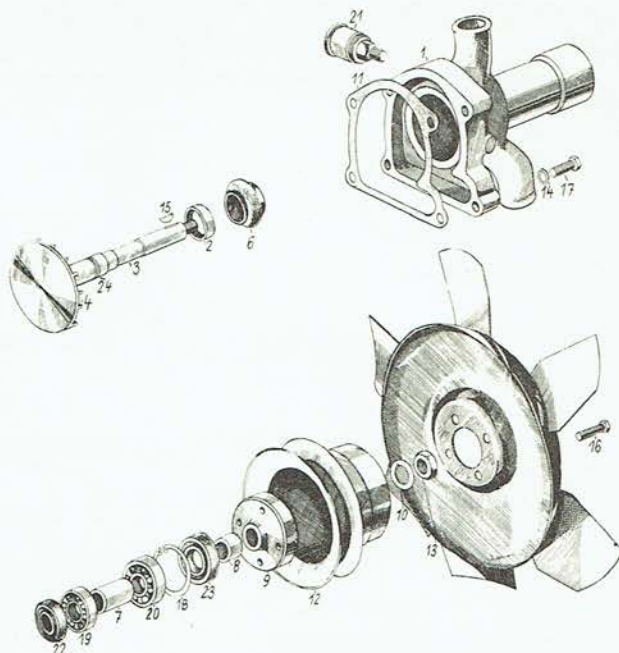

Abb. 10
1. Die Pumpe ist hinter der Riemenscheibennabe (Abb. 10/9) in den Schraubstock einzuspannen, die Sicherungsunterlage auszurichten und die Mutter M 14×1,5 (Abb. 10/13) auszuschrauben. Die Riemenscheibennabe (Abb. 10/9) ist von der Wasserpumpenwelle (Abb. 10/3) abzuschlagen und aus der Nute der Pumpenwelle der Keil herauszuschlagen.
2. Das Schleuderrad (Abb. 10/4) ist auf die Welle aufgedrückt. Dieses wird gleichzeitig mit der Welle herausgedrückt. (Ist keine Presse vorhanden, kann dieser Arbeitsvorgang durch mässiges Klopfen auf die Welle mit Hilfe eines Kupferdornes durchgeführt werden. Achtung auf das Gewinde!) Das Schleuderrad wird nur dann von der Welle abgedrückt, wenn einer dieser zwei Teile ausgetauscht werden soll.
3. Beim Einpressen des Schleuderrades ist gleichzeitig auch der Druckring (Abb. 10/2) einzupressen.
4. Bei einem Austausch des Kugellagers 6303 oder des Lagers 6203 ist vor allem die vordere Wellendichtung und der Sicherungsring (10/18) auszubauen. Mit einer Presse ist dann das Lager 6303, das Distanzrohr (Abb. 10/7) und das Lager 6203 herauszupressen.